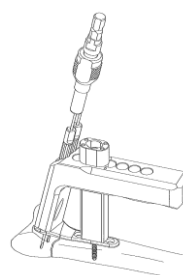

図16
- 16) 遠位ガイドピンスリーブを介して、尺側より13ガイドピンを背側皮質を突き抜けないよう刺入します。橈骨関節面及び背側皮質を突き抜けない位置であることを見極めて下さい。(図16)